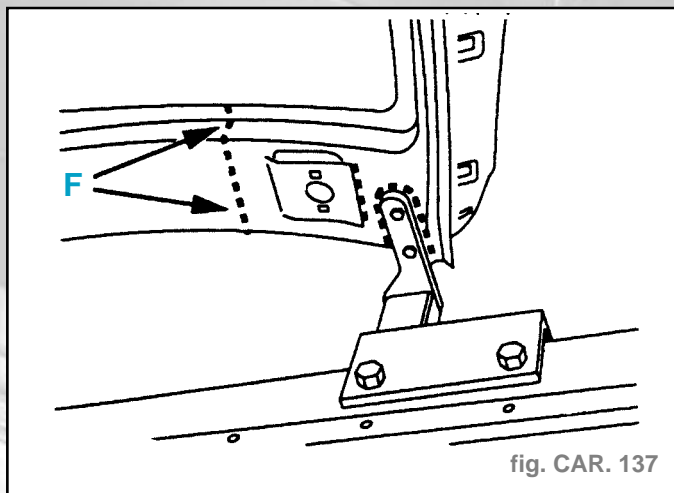

fig. CAR. 137
- Souder par points bouchons au MIG (E).
- Souder par cordon au MIG (E) (soudage symétrique) (fig. CAR. 137).